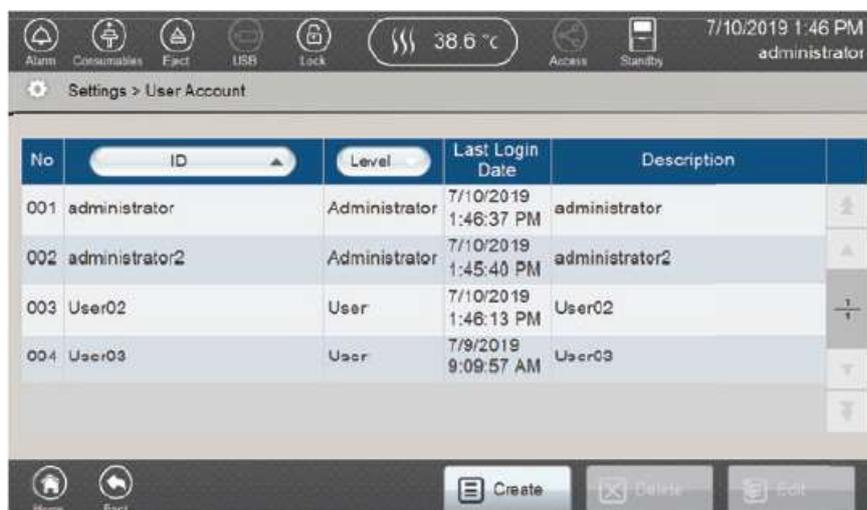

図 165 User Account 画面
1. Settings 画面（図 158）から **User Account** を選択して、User Account 画面（図 165）を開いてください。
1. Settings 画面（図 158）の **User Account** を選択し、User Account 画面（図 165）を開いてください。
1. Settings 画面（図 158）の **User Account** を選択し、User Account 画面（図 165）を開きます。